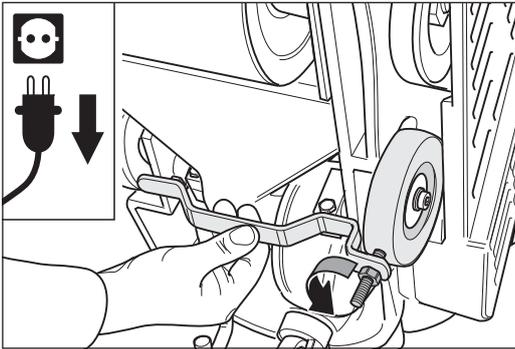

Abb. 64 Abnehmen der aktuellen Einstellung des rechten Rads (von unten betrachtet) mit Hilfe der Einstellvorrichtung.
- 5 Zum Einstellen nehmen Sie zunächst mit der Einstellvorrichtung (siehe Werkzeugtasche) die Ist-Position des einstellbaren Rads ab. Legen Sie die Einstellvorrichtung so an das Maschinengehäuse an, dass sie sowohl beidseitig an dem Maschinengehäuse als auch an dem einstellbaren Rad anliegt. Gegebenenfalls muss der Gewindestift der Einstellvorrichtung verdreht werden. Lösen Sie dafür die Mutter an der Einstellvorrichtung (Abb. 64).